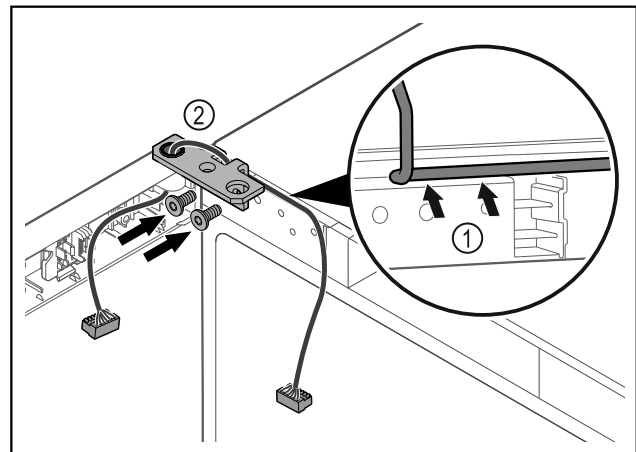

Fig. 44
- ▶ Kabel durch die Ausparung des Scharnierwinkels führen und vorsichtig verlegen Fig. 44 (1).
- ▶ Scharnierwinkel Fig. 44 (2) anschrauben.